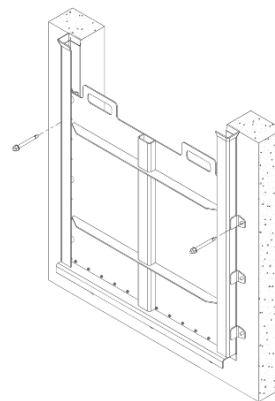

Figura 13
- Instalar un anclaje a cada lado de la compuerta. Una vez instalado el primer anclaje, y antes de taladrar el agujero para el anclaje del otro lado, asegurarse de que el bastidor está perfectamente nivelado (ver Figura 13)